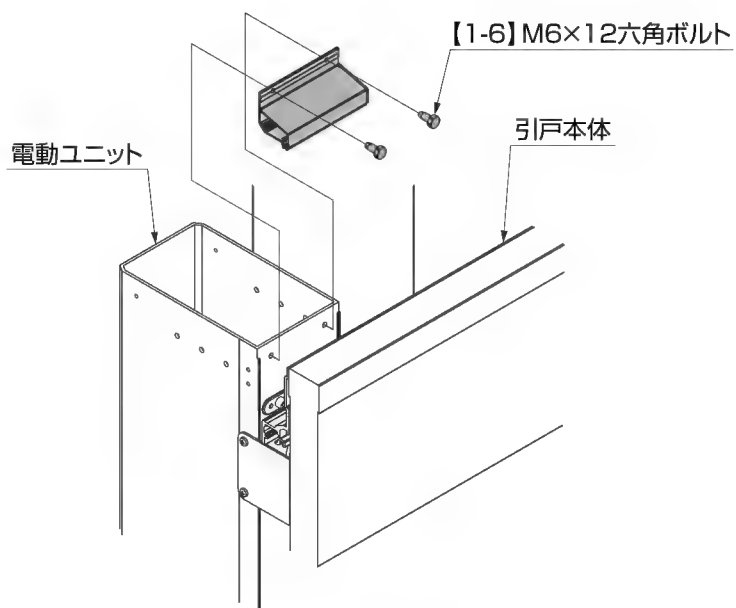

図6-3
- ②電動ユニットに【1-6】で取付けてください。（図6-3参照）